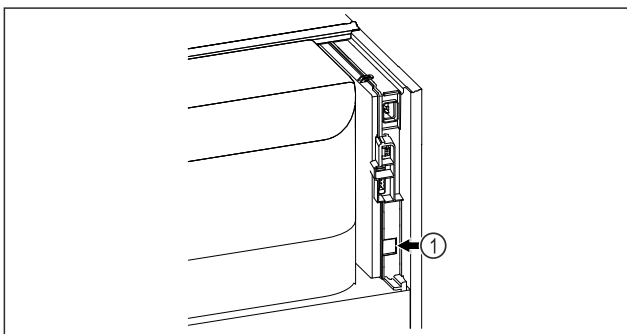

Fig. 77
- ☐ SmartModule Fig. 77 (1) er indsat.